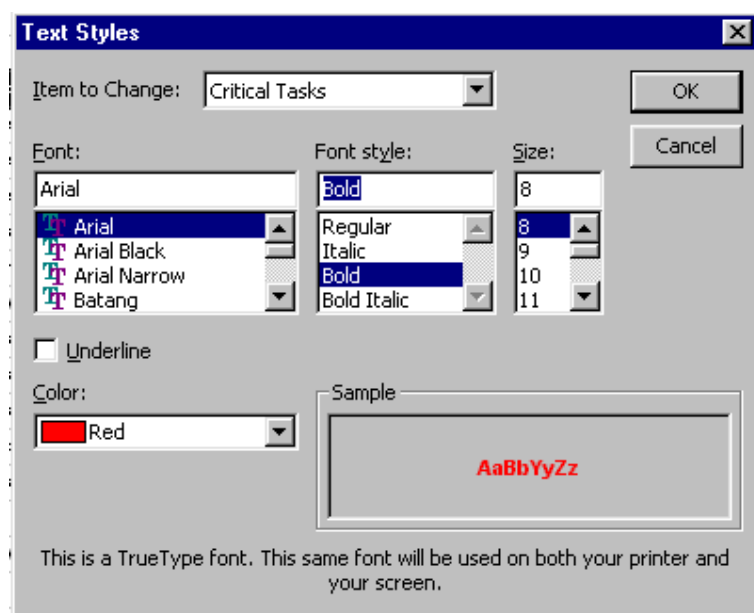

Fig.3.3 Căsuța de dialog “Text Style”
4. În caseta **Color** se selectează o culoare pentru numele activităților critice, după care acestea pot fi formate în căsuțele **Font**, **Font Style** și **Size** (Fig.3.3).